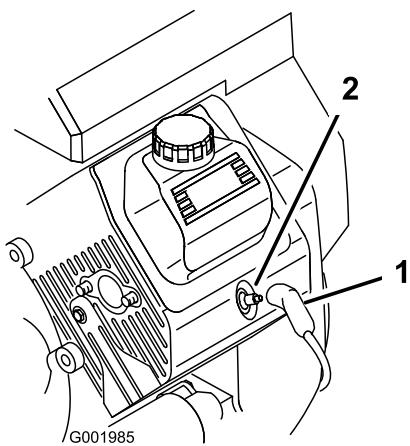

Figura 53
- Desconecte los cables de las bujías (Figura 53).
- Conecte los cables a las bujías (Figura 53).